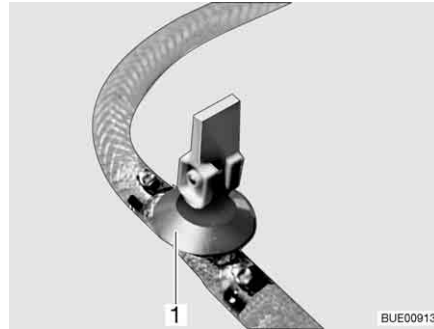
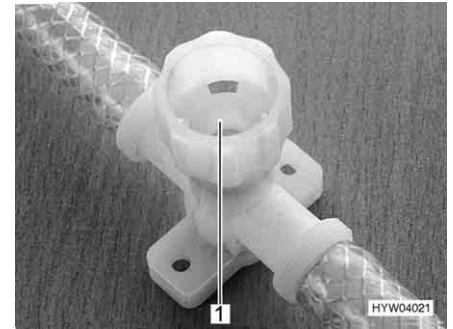

Fig. 210 Rubinetto di scarico (con leva a bilancere)
Fig. 211 Rubinetto di scarico (con tappo a vite)
- Aprire tutti i rubinetti di scarico. Mettere la leva a bilanciere del rubinetto di scarico (Fig. 210,1) in posizione verticale o chiudere il coperchio del rubinetto di scarico (Fig. 211,1) in senso antiorario.